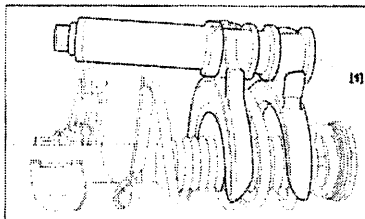

FIG. 13
(Fig.13)
- Placer l'élément de suspension dans un étau muni de mordaches (Fig.13).